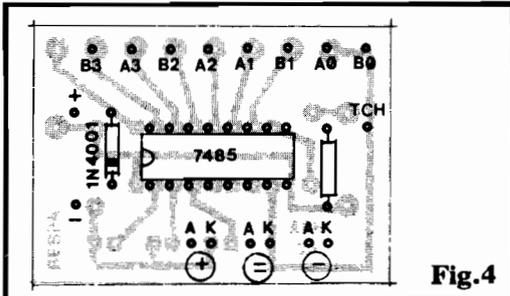

Fig.4
- FIG. 4 - “CHAPEADO” DA MONTAGEM - VISTA DOS COMPONENTES SOBRE A PLACA - Conforme já foi dito, diretamente **em cima** das plaquinhas são poucas as peças... Os únicos cuidados que o Leitor/Hobbysta deve ter são quanto ao correto posicionamento do Integrado (extremidade marcada voltada para a localização do diodo) e do diodo (extremidade marcada “virada” para a borda da placa que contém as conexões aos LEDs...). O “grosso” das ligações são feitas externamente à placa, através dos vários contatos periféricos devidamente codificados e cujos detalhamentos serão vistos adiante...